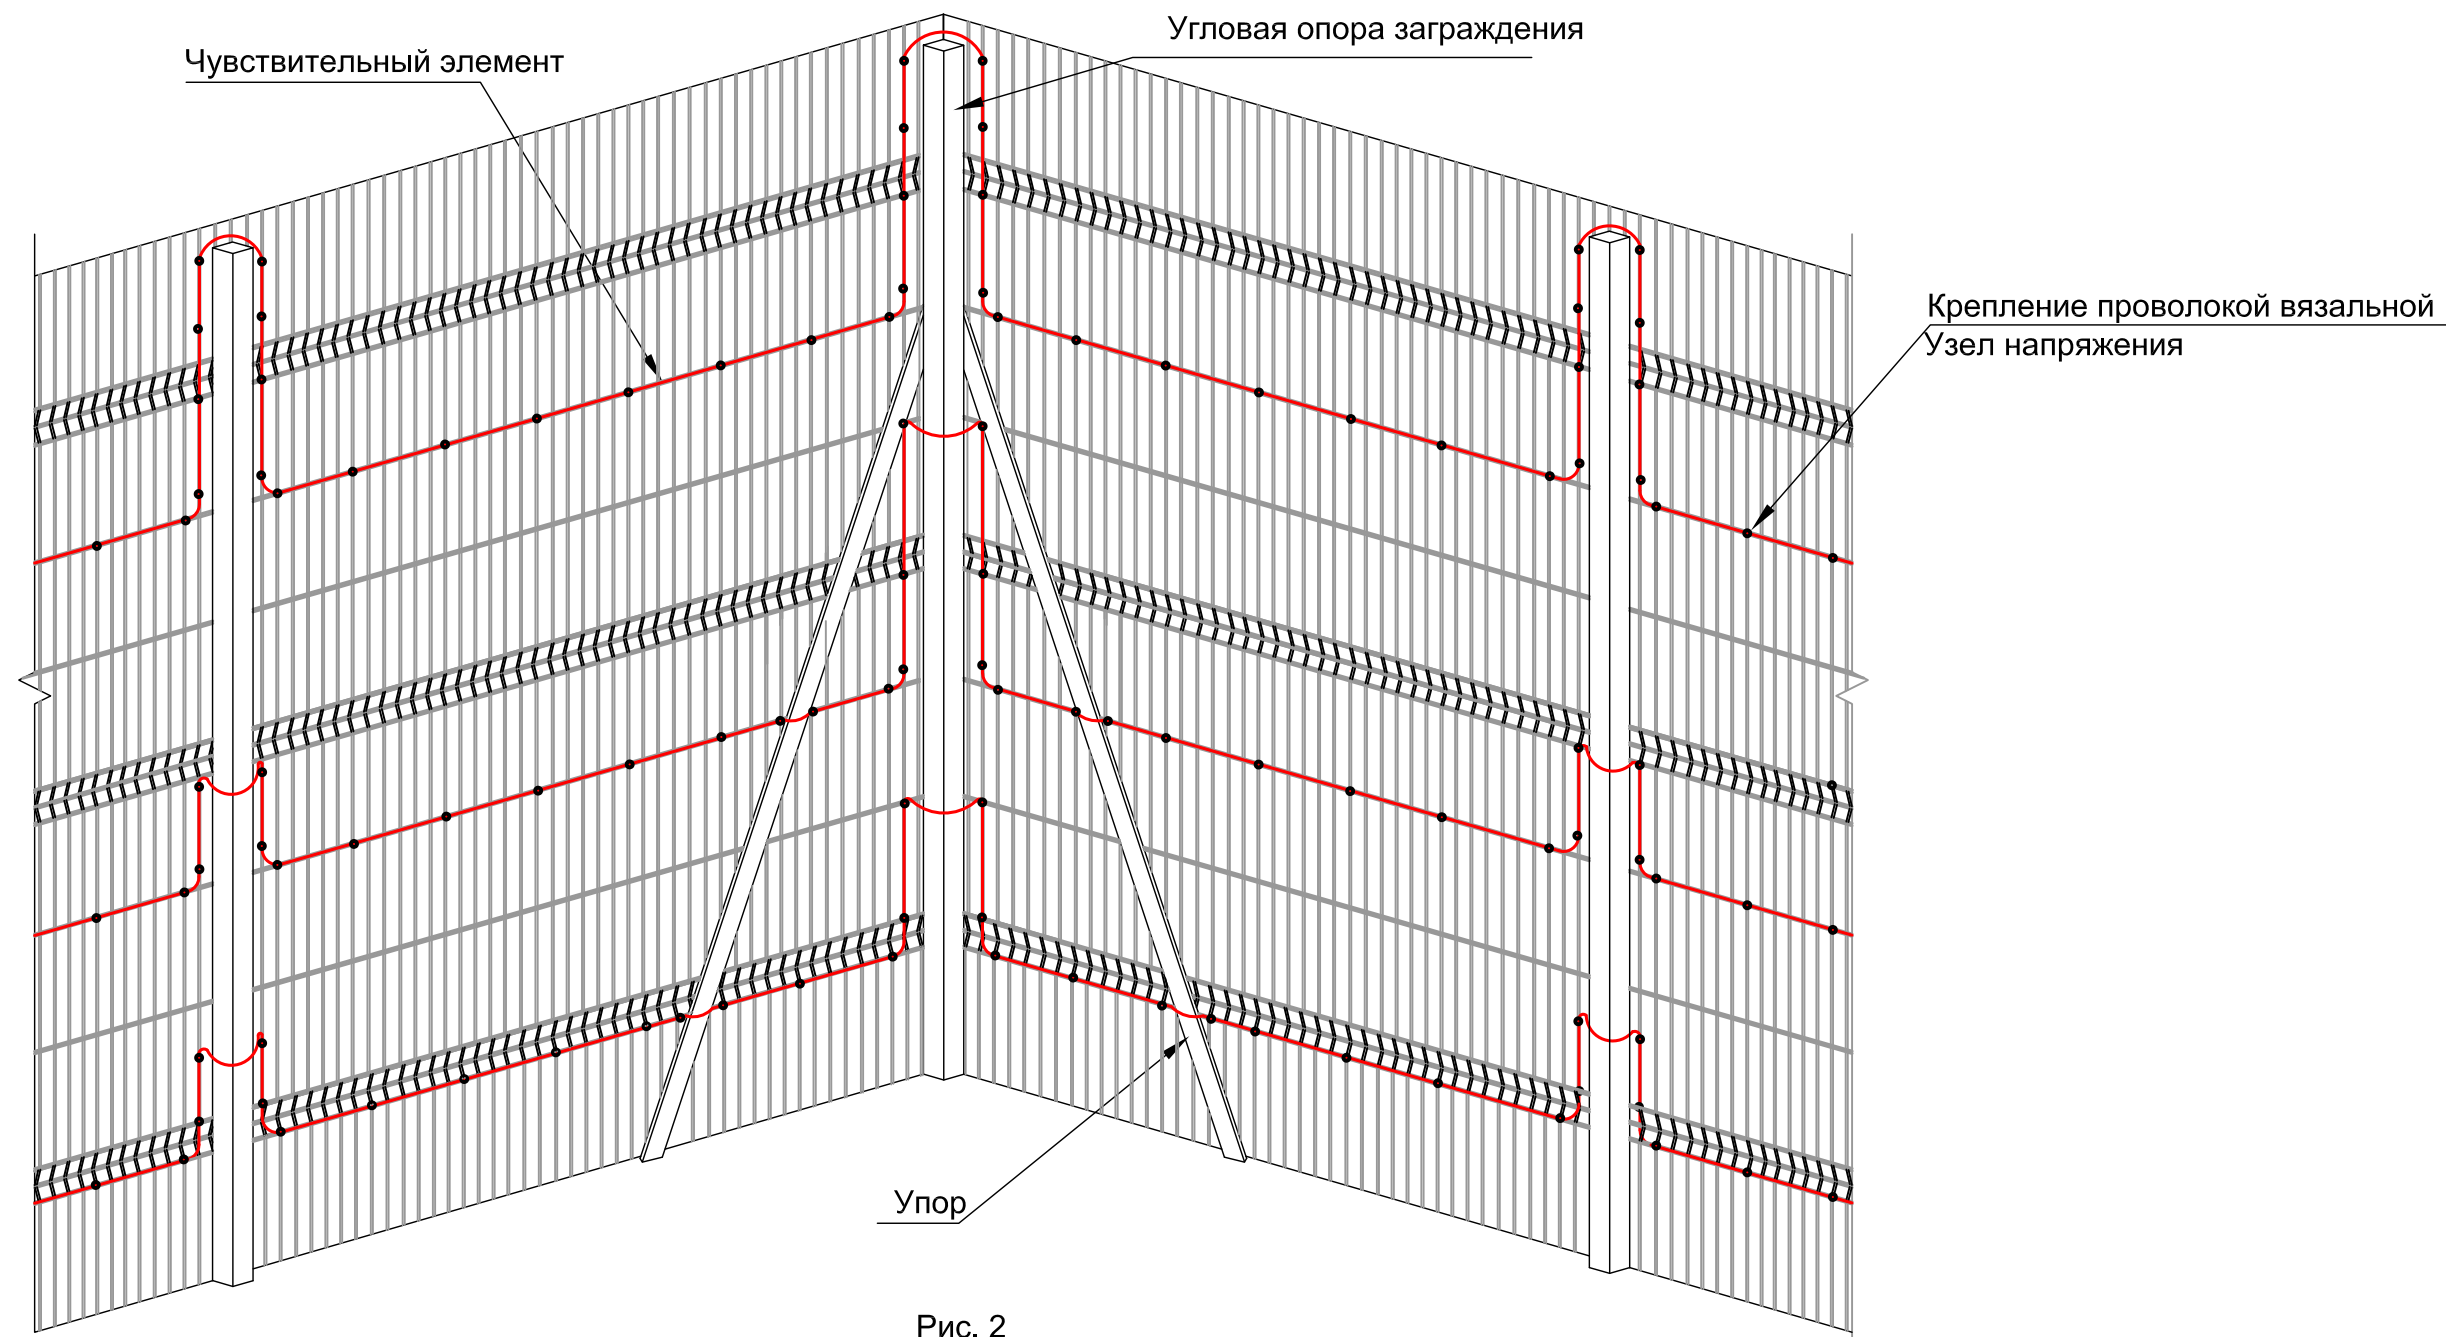

Рис. 2
1. Чувствительный элемент крепить оцинкованными скобами Ø8 мм, крепя их на заклепках к заграждению через каждые 0,3-0,4м (см. лист 52, рис. 2). Для создания "узлов напряжения" в местах крепления необходимо обеспечить видимую деформацию оболочки кабеля, не приводящую к нарушению ее целостности.